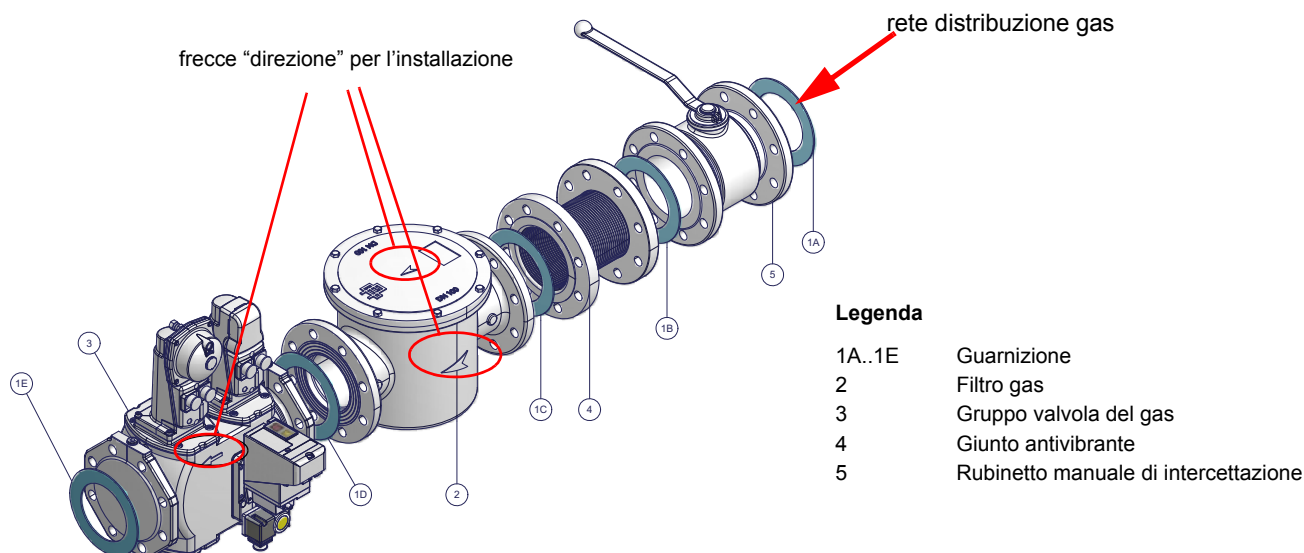

Fig. 4 - Esempio di rampa gas
- 1-b) nel caso di giunti flangiati: interporre tra un componente e l'altro, una guarnizione (n. 1A..E-Fig. 4) compatibile con il gas utilizzato,
ATTENZIONE: una volta montata la rampa secondo lo schema riportato in Fig. 4, deve essere effettuata la prova di tenuta del circuito gas, secondo le modalità previste dalla normativa vigente.